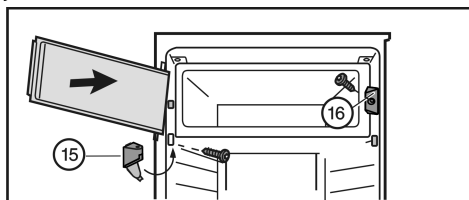

Fig. 8
- ▶ Zamontować element zamykający Fig. 8 (16).
- ▶ Zamontować płytkę zawiasu Fig. 8 (15) i zamknąć ostonę.